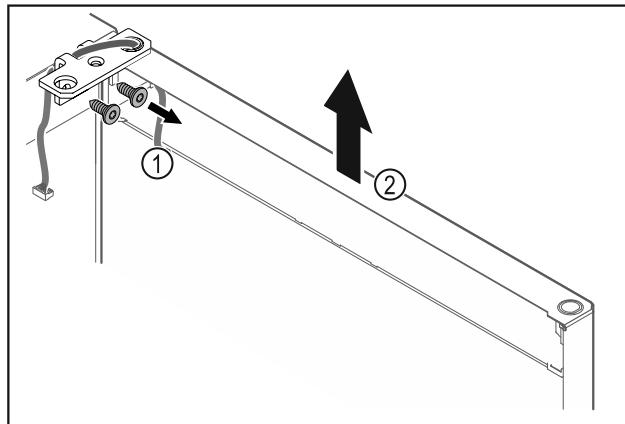

Fig. 16
- ▶ Desatornillar la escuadra de bisagra Fig. 16 (1).
- ▶ Levantar la puerta junto con la escuadra de bisagra Fig. 16 (2) aproximadamente 200 mm recta hacia arriba y retirar.